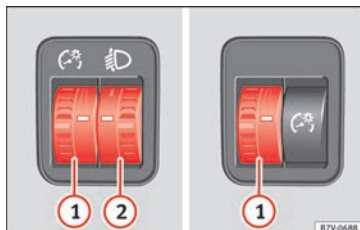

Fig. 141 Al lado del volante: reguladores de la iluminación de los instrumentos y los mandos ① y del alcance de las luces ②.
① Iluminación de los instrumentos y los mandos
Con las luces encendidas se puede regular la intensidad de la luz de los instrumentos y los mandos girando el mando » **fig. 141 ①**.
② Regulación del alcance de las luces
La regulación del alcance de las luces » **fig. 141 ②** se adapta según el valor del haz luminoso del faro al estado de carga del vehículo. Con ello el conductor tiene la mejor visibilidad posible y no deslumbra a quien circula en sentido contrario » **△**.
Para ajustar, gire el mando » **fig. 141 ②**: